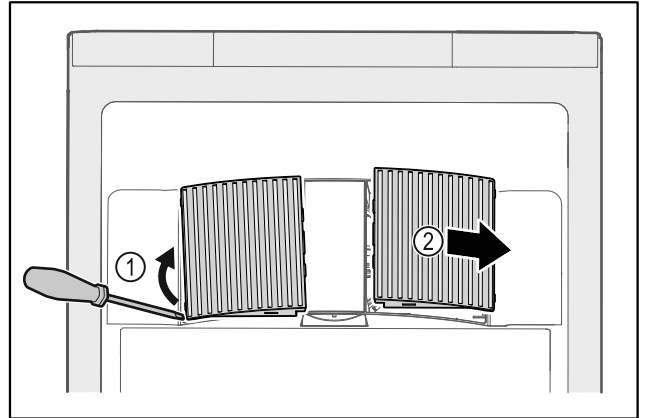

Fig. 144
- ▶ Внимателно повдигнете капаците на вентилаторите от страни Fig. 144 (1) и ги свалете напред Fig. 144 (2).